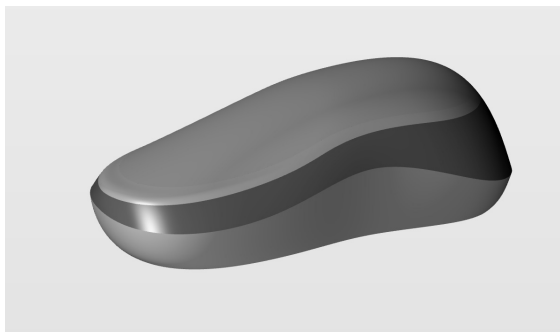

图 5-198 绘制下壳体的放样曲面
4) 使用“放样”工具，对鼠标上壳体的最下缘、底部曲线以及上一步绘制的两条融合曲线进行放样曲面绘制，如图 5-198 所示。